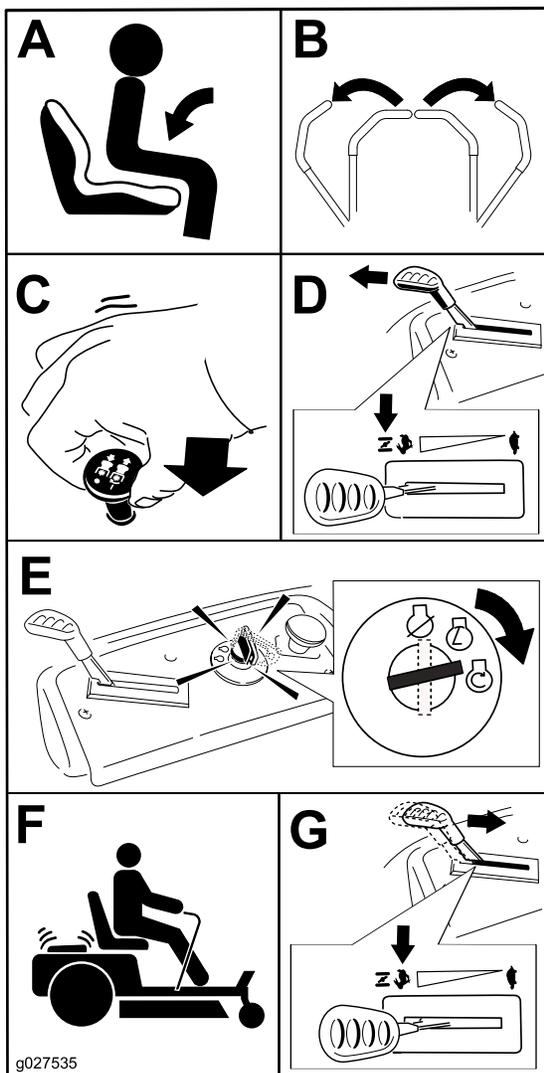

Figura 21
**Nota:** Può essere necessario tenere la leva sullo stop, nella posizione dello starter, nel tentativo di avviare il motore (Figura 21).